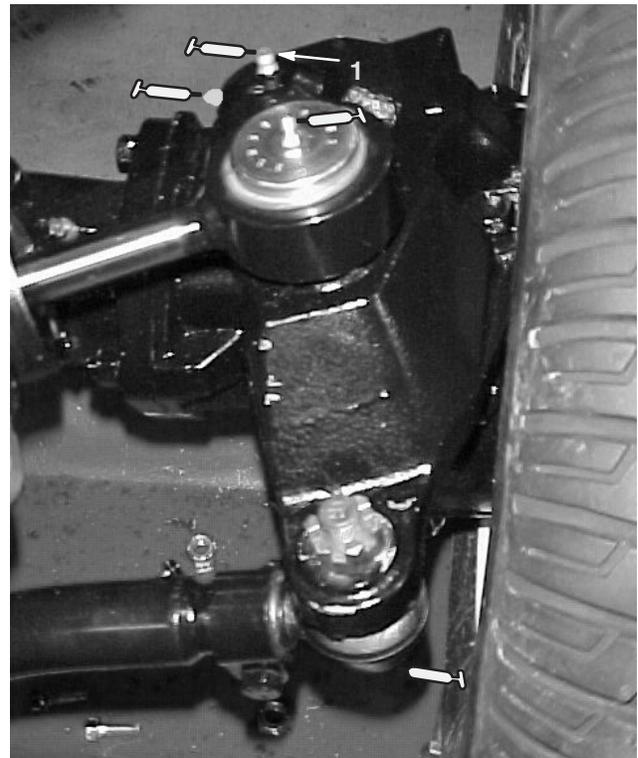

Bild 35
- Hinterachse-Drehbüchsen (2) (Bild 35)
- Lenkzylinder-Kugelgelenke (2) (Bild 35)
- Achsschenkelbolzen (2) (Bild 35). **Fetten Sie die obere Armatur am Achsschenkel nur einmal jährlich (2 Pumpen).**